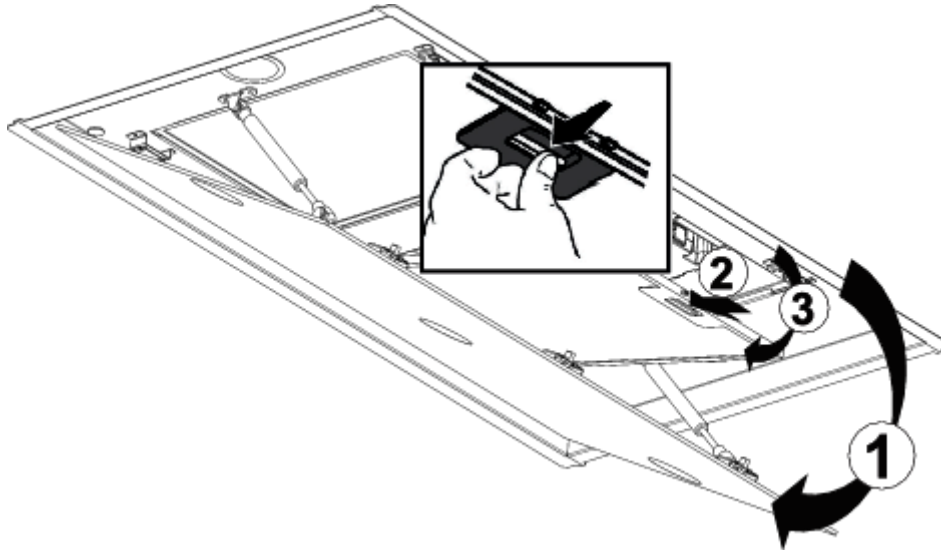

Fig. 5: Desmontaje de los filtros de aceite metálicos
Abra el aspirador lateral ( Fig. 5/1).
3. Abra el bloqueo del filtro de aceite metálico ( Fig. 5/2) y asegúrese de que no se caiga.
4. Incline el filtro de aceite de metal hacia adelante y sáquelo ( Fig. 5/3).